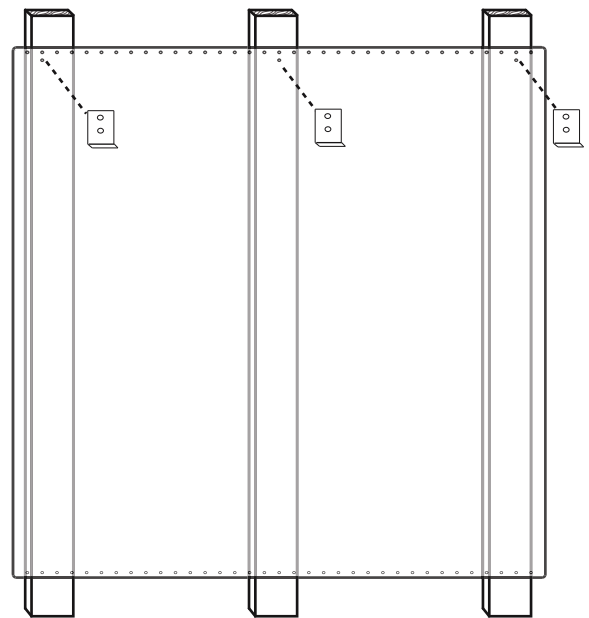

Figura 16: Consola trasera de protección con estante guarda-caliente
3. En el lugar indicado en la *Figura 16*, fije los soportes inferiores proporcionados con el estante guarda-caliente a través de la consola trasera de protección en los travesaños de pared.